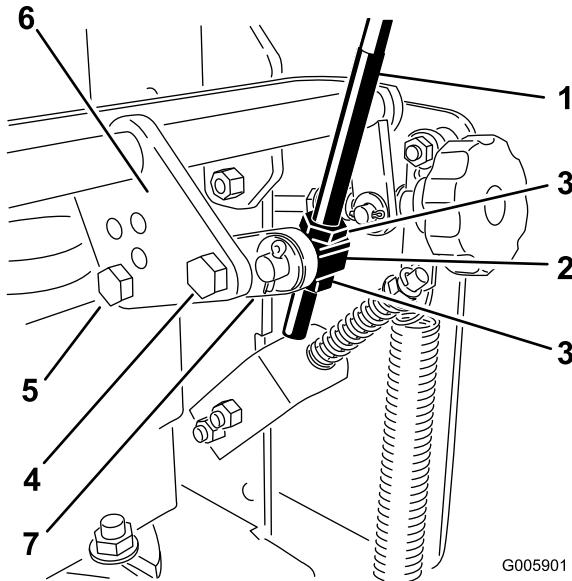

Figure 17
2. Desserrez les écrous de fixation du pivot accouplé à la manivelle de commande de vitesse (Figure 17).
3. Retirez le boulon avant de la manivelle de commande de vitesse (Figure 17).
4. Desserrez le boulon arrière qui fixe la tige de commande de vitesse à la manivelle de commande de vitesse (Figure 17).
- 11. Ajustez le pivot sur la tige de commande de vitesse et serrez les écrous contre le pivot (Figure 17).